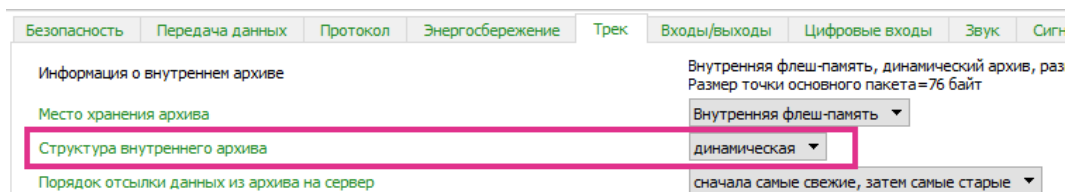

Рис. 7
4. Перейдите на страницу «Настройки» на вкладку «Трек», установите динамическую структуру хранения архива (Рис. 7);